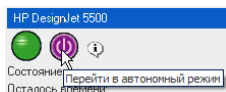

Рис. 10. Значок статуса «Подключен»
- **«Подключен»** – обозначается зеленой сферой (см. рис. 10). После нажатия фиолетовой кнопки принтер отключается.